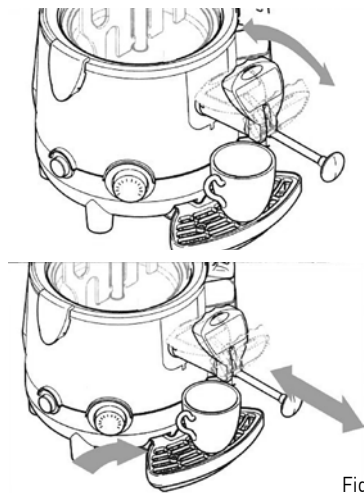

Fig. 1
- Se il cioccolato caldo è versato troppo lentamente, si raccomanda di spingere al massimo la leva; per rimuovere le sostanze bloccate nel dosatore, tirare e spingere qualche volta la leva senza spingere l'apparecchio (vedere la fig. 1).